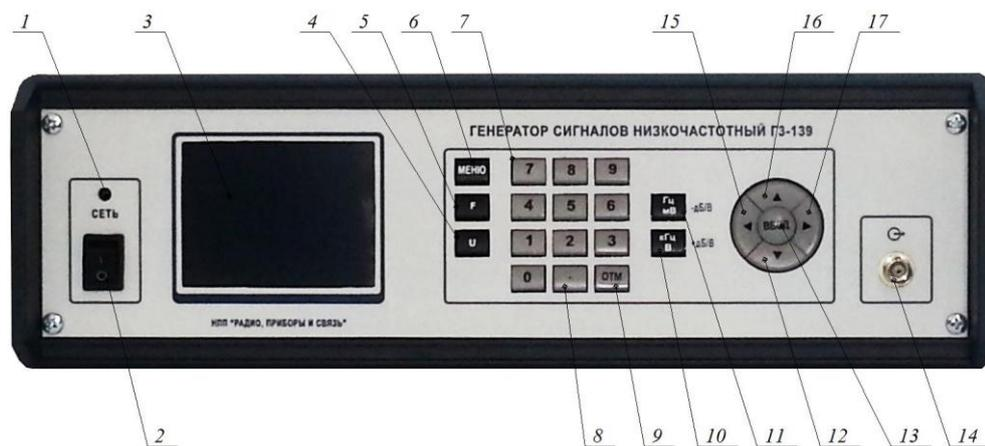
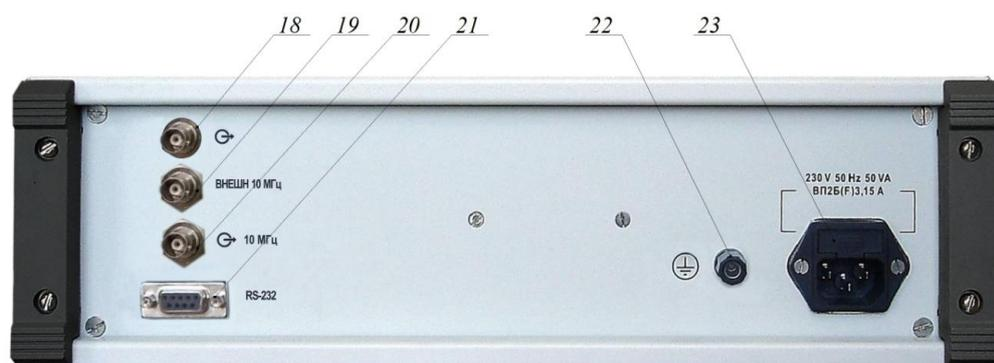

Рисунок 6.1 – Генератор сигналов низкочастотный ГЗ-139 (передняя панель)
Рисунок 6.2 – Генератор сигналов низкочастотный ГЗ-139 (задняя панель)
6.2.1 Органы управления и подключения прибора расположены на передней (рисунок 6.1) и задней (рисунок 6.2) панелях прибора.
6.5.2 Для установки частоты сигнала нажмите кнопку «F» (позиция 5 на рис. 6.1). В зоне «Частота» дисплея ранее установленное значение частоты обнуляется. Для установки требуемого значения частоты последовательно нажимайте кнопки «1»; «2»; ...; «0» цифрового набора параметра (позиция 7 рис. 6.1). Для отмены последней неправильно набранной цифры нажмите кнопку «ОТМ» (позиция 9 рис. 6.1). Для ввода набранного значения частоты нажмите кнопку «Гц» или «кГц» (позиции 10 или 11 рис. 6.1).